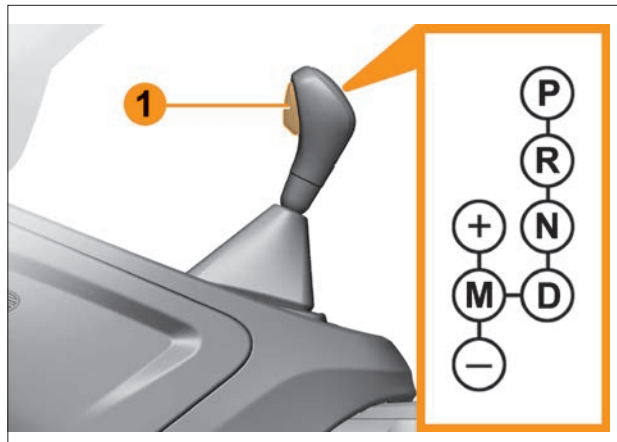
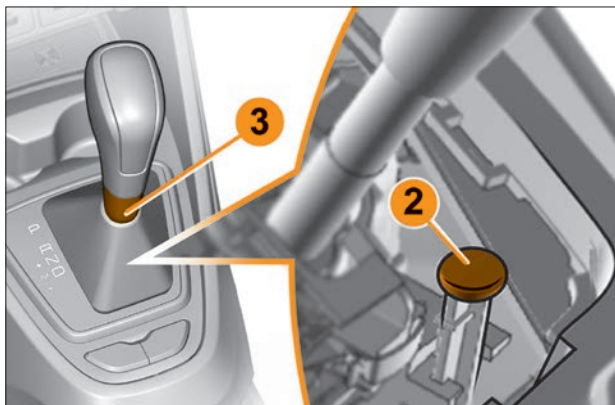

Рис. 5.6.1. Рычаг переключения передач автоматической трансмиссии
Рис. 5.6.2. Кнопка разблокировки рычага переключения передач автоматической трансмиссии
Нажмите на педаль тормоза и, нажав на кнопку расфиксации **1** (рис. 5.6.1), переведите рычаг переключения передач в положение **D**, при этом можно почувствовать небольшой толчок, отпустите педаль тормоза и, медленно нажимая на педаль акселератора, начните движение. В большинстве случаев, при обычных условиях движения, Вам больше не потребуется пользоваться рычагом переключения передач: переключение передач будет проходить автоматически в нужный момент и при оптимальной частоте вращения коленчатого вала двигателя, так как автоматика учитывает нагрузку автомобиля, профиль дороги и выбранный Вами режим вождения. Для того, чтобы быстро совершить обгон, Вам нужно быстро и до упора нажать педаль акселератора. При этом коробка передач автоматически переключится на низшую передачу в зависимости от текущей скорости движения автомобиля. Автомобиль начнет ускоряться, используя всю мощность двигателя.
Для перевода рычага переключения передач нужно нажать на кнопку принудительной разблокировки **2** (рис. 5.6.2), находящуюся под чехлом рычага, и одновременно нажать на кнопку расфиксации **1** (см. рис. 5.6.1) на рукоятке.
- Необходимо отсоединить верхнюю часть чехла от рукоятки рычага переключения передач. Для этого требуется повернуть по часовой стрелке нижний хромированный колпачок **3** (см. рис. 5.6.2) рукоятки на угол 45° и сдвинуть колпачок с чехлом вниз вдоль оси рычага.
Теперь при нажатии кнопки расфиксации **1** (см. рис. 5.6.1) Вы сможете перевести рычаг переключения передач из положения **P** в положение **N**.